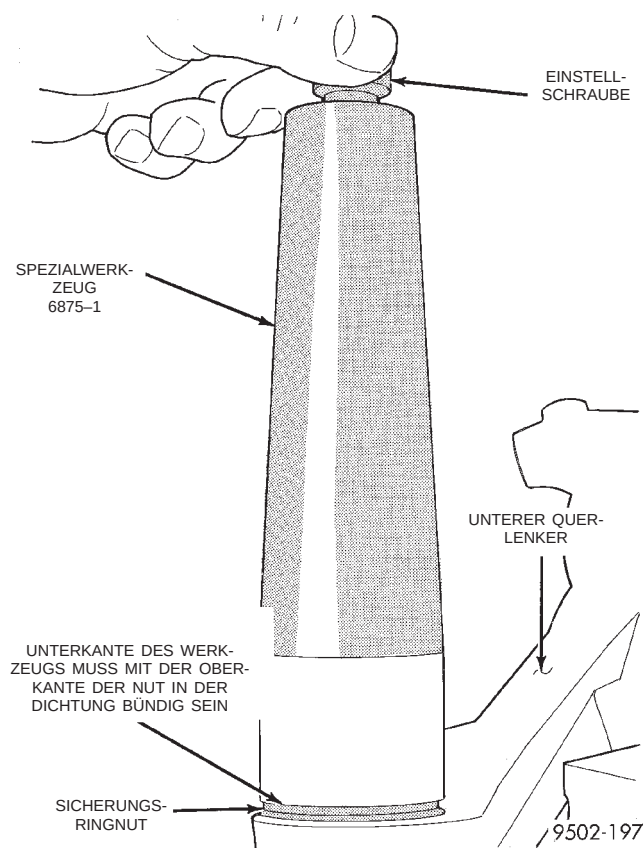

Abb. 108 Einbauwerkzeug für Sicherungsring korrekt angebaut
(3) Dann die Dichtung vorsichtig in die Dichtnut des unteren Querlenkers montieren. Anschließend die Luft vorsichtig aus der Dichtung herausdrücken, ohne dabei Fett in die Dichtnut des Querlenkers zu drücken.
(4) Sicherungsring-Einbauwerkzeug 6875-1 über der Dichtung montieren (Abb. 108). Das Werkzeug mit der Einstellschraube so einstellen, daß die Unterkante des Werkzeugs mit der Sicherungsringsnut bündig ist (Abb. 108).